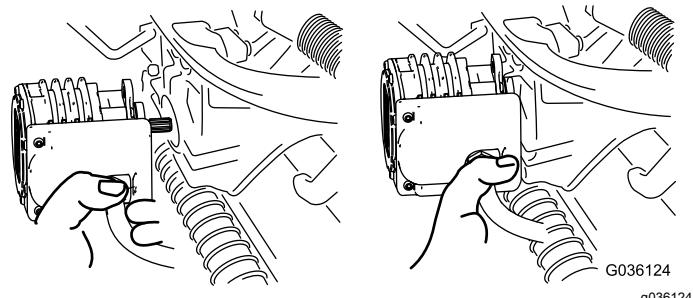

図 49
- 外したモータは、サスペンションアームの前部にある一時保管位置にセットしておく**図 49**。